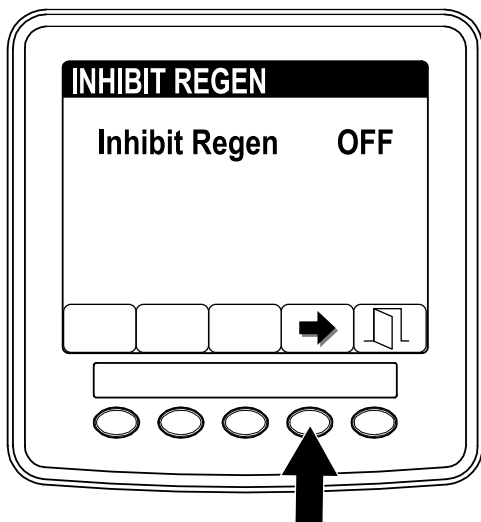

Figura 44
- Premete il pulsante 4 per modificare l'impostazione dell'inibizione della rigenerazione da On a Off (Figura 44) o da Off a On.